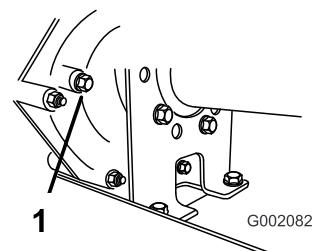

Figura 58
2. Retire el perno del orificio indicador del nivel (Figura 58).